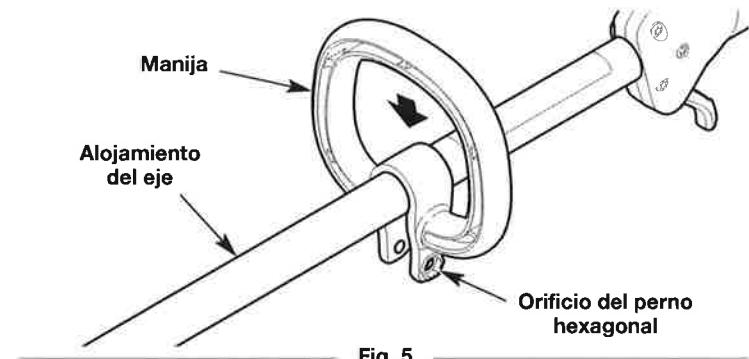

Fig. 5
- Oprima la manija hacia abajo sobre el alojamiento del eje (Fig. 5). Asegúrese de que el orificio del perno hexagonal mire hacia la izquierda (Fig. 5).